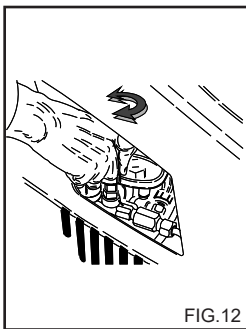

FIG.12
El presente capítulo se refiere a los modelos que llevan el dispositivo de "Regulador de presión". El dispositivo regulador de presión (fig. 12) permite regular la presión de trabajo. Girando el botón C en el sentido de las agujas del reloj (B) (mínimo), se obtiene una reducción de la presión de trabajo.